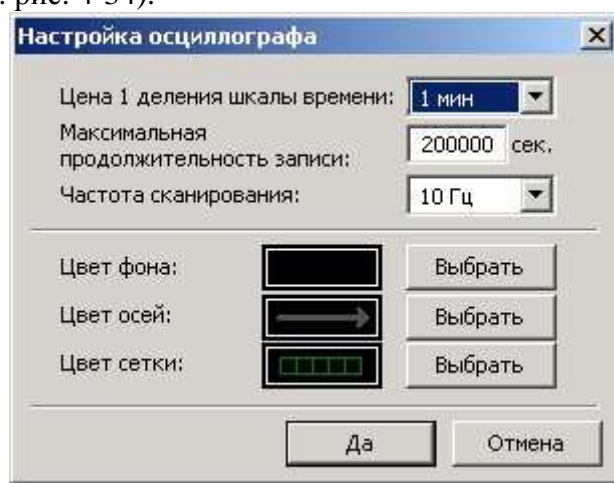

Рисунок 4-34. Окно настройки параметров работы осциллографа.
- ✓ **Установки** - предназначена для вывода на экран окна настройки параметров работы осциллографа (см. рис. 4-34).
При нажатии на кнопку **Установки** на экран выводится окно настройки параметров работы осциллографа (см. рис. 4-34).